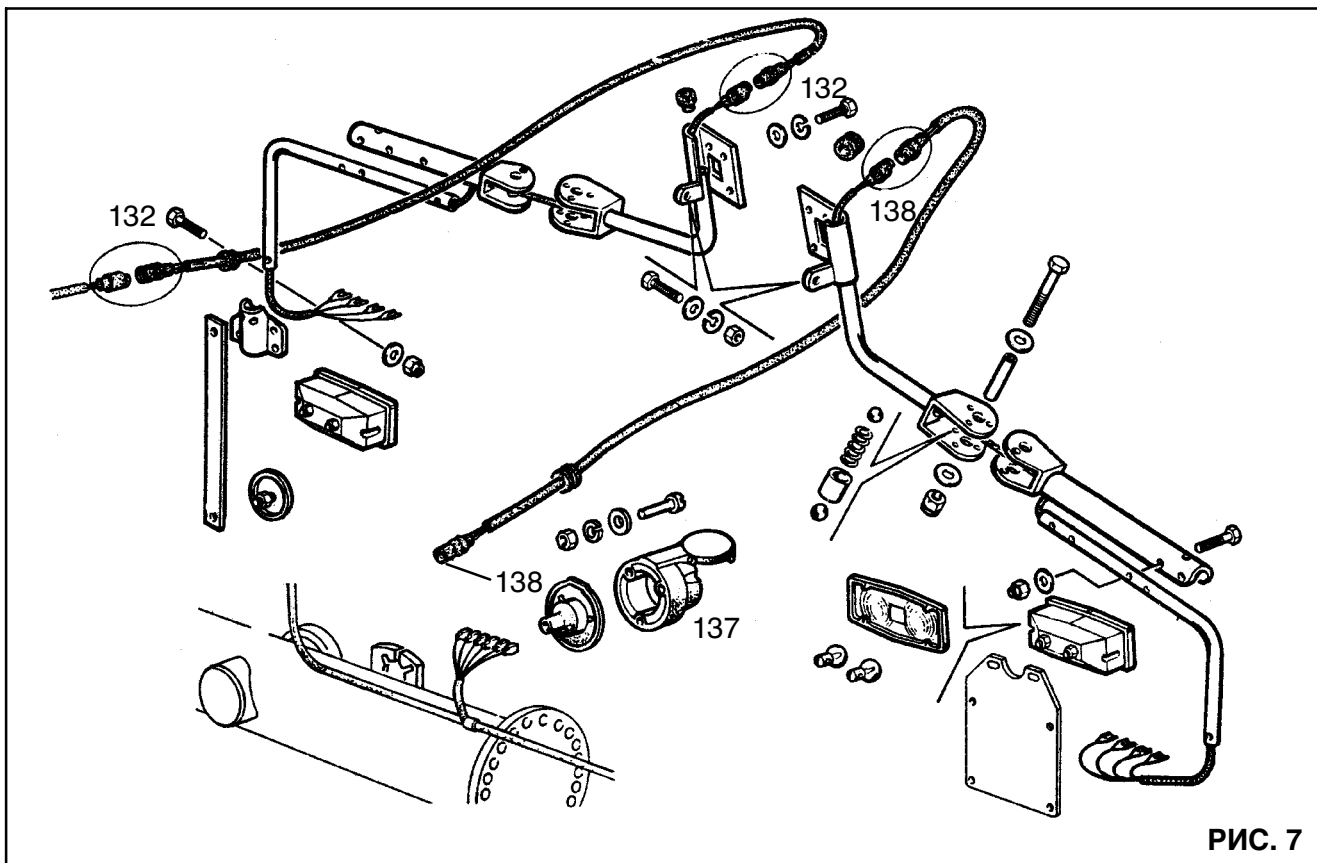

РИС. 7
**ДОПОЛНИТЕЛЬНЫЕ КАБЕЛИ ФАР ЗАДНЕГО ОСВЕЩЕНИЯ - Рис. 7**